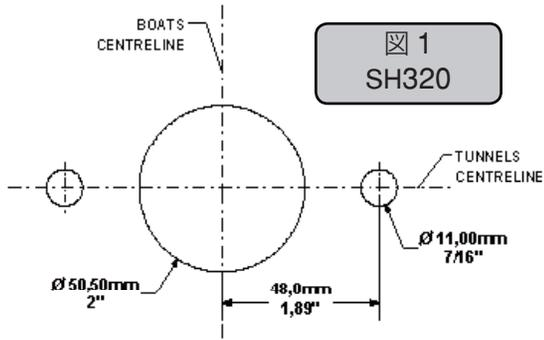

図 1
2. ギヤハウスガスケット (A) を使って穴の中心をマークし、寸法を再確認してください。全ての穴の中心点がトンネルのセンターラインと重なるようにすることは正確に取り付けるために非常に重要となります。また、プロペラとトンネル間のスペースが少なければ少ないほどスラスターは能力を発揮できます。
4. 図 1 を参考にしてメインホールを空け、スクリューホールを 2 つ空けます。